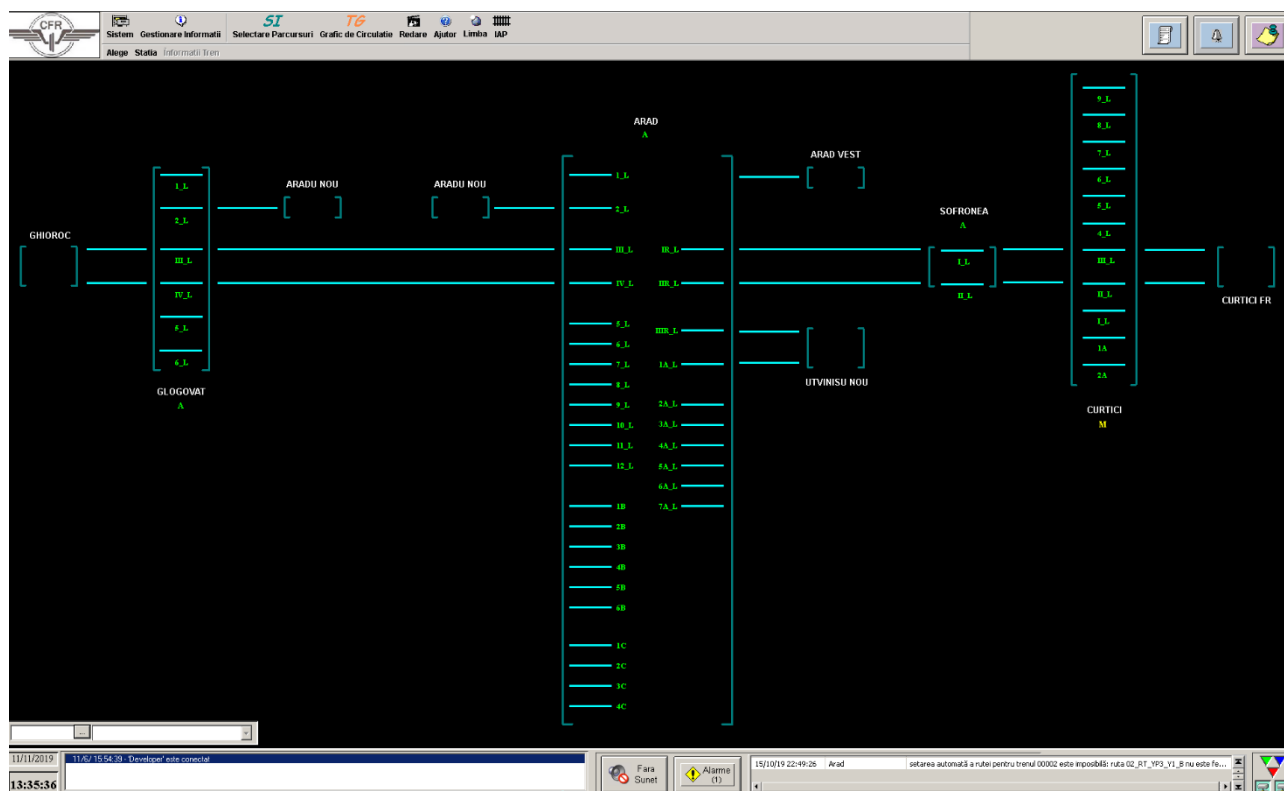

Figura 1 –Vizualizare stație în SP
Butonul **SI Selectare Parcursuri** deschide interfața selectare parcursuri (SI). Ocuparea în timp a fiecărui tren este raportată pentru fiecare linie de garare (peron) și pentru linia curentă a întregii zone controlate de IMTF. (cum este reprezentat în Figura 1 –Vizualizare stație în SP)